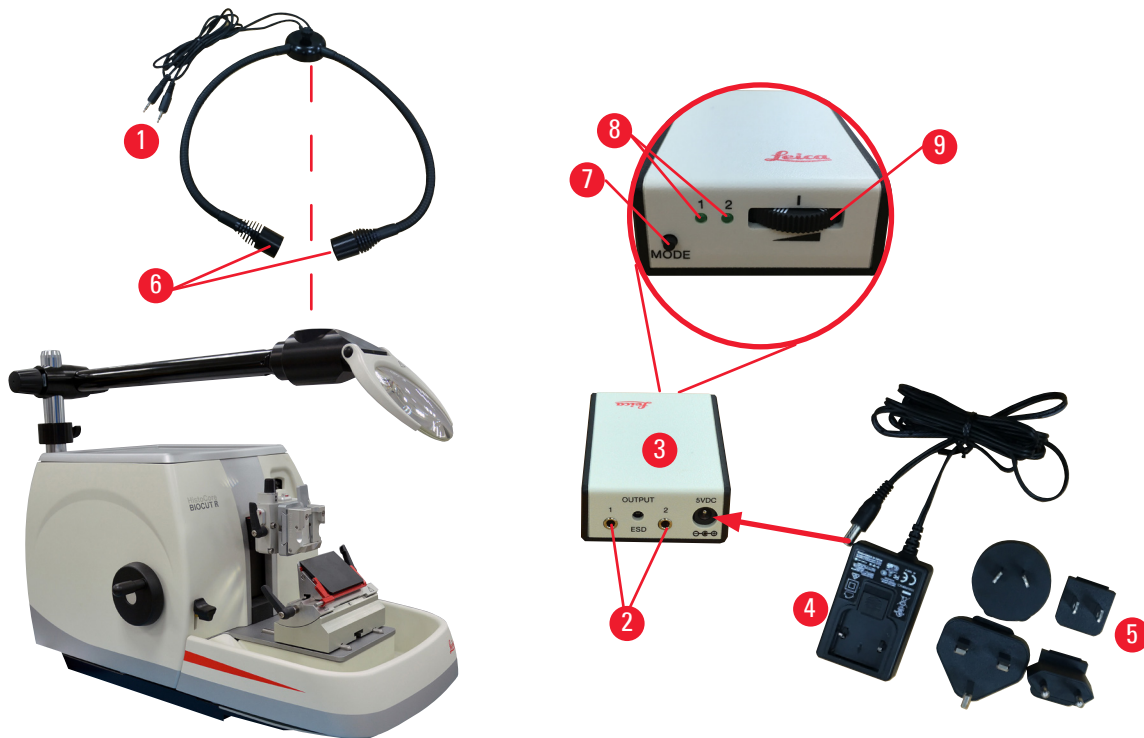

図 62
- LED 高出力スポット照明を取り付けるにはアダプター(→「図 61-2」)を使用します。LED 1000 ダブルアーム式高出力スポット照明を、アダプターに接続します(→「図 62」)。LED 1000 ダブルアーム式高出力スポット照明のプラグ(→「図 61-1」)を、高出力スポット照明コントローラー(→「図 61-3」)のソケット(→「図 61-2」)に差し込みます。LED 1000 コントロールユニットの電源アダプター(→「図 61-4」)を、まず高出力スポット照明コントローラーに、続いて電源に接続します。同梱のプラグ(→「図 61-5」)の中から、ご使用になる国/地域の規格に適合するものを選んで、電源アダプターに取り付けてください。